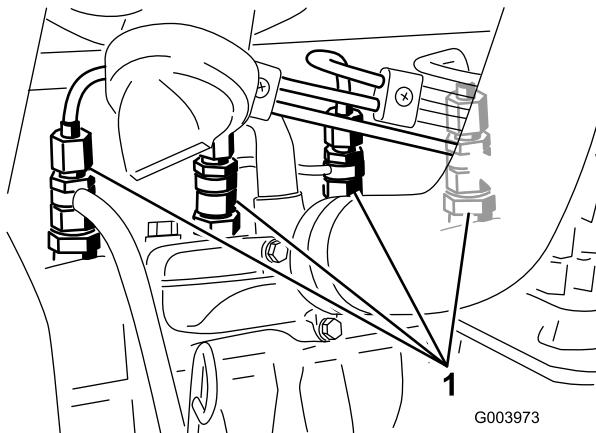

Figure 65
1. Desserrez le raccord entre l'injecteur N° 1 et le porte-injecteurs (Figure 65).